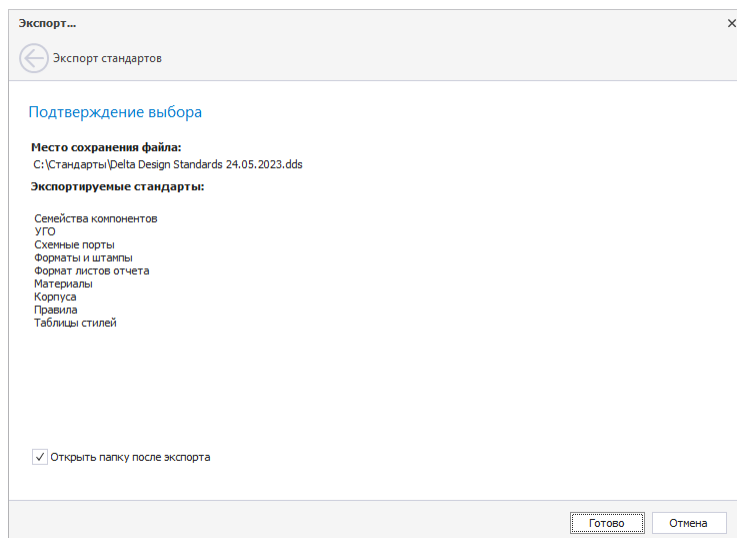

Рис. 14 Подтверждение выбора
8. Проверьте выбранный путь для сохранения и перечень экспортируемых разделов стандартов повторно, Рис. 14. Установите флаг в поле «Открыть папку после экспорта», и папка с перечнем экспортированных стандартов будет открыта после завершения процедуры.